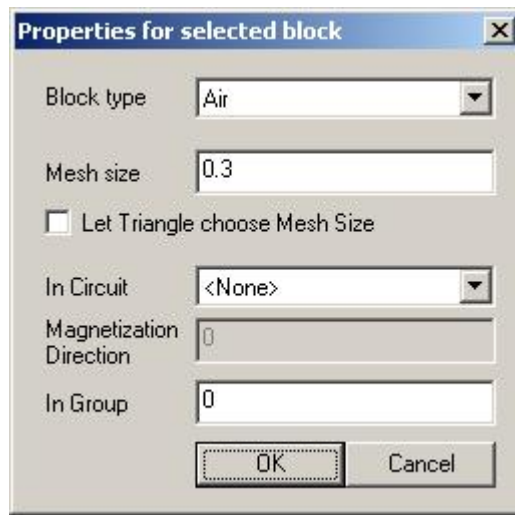

Abb.2 Eigenschaften des gewählten Bereichs: Die Netzauflösung kann entweder direkt vorgegeben oder vom Programm automatisch bestimmt werden.
- Durch Drücken der Leertaste öffnen Sie das Eigenschaftsfenster des gewählten Bereichs (siehe Abb. 2).
- Operation → Block erzeugt Ihnen das grüne Eigenschaftssymbol, über das Sie die Materialwerte dem Bereich zuordnen können (vgl. Abb. 2).